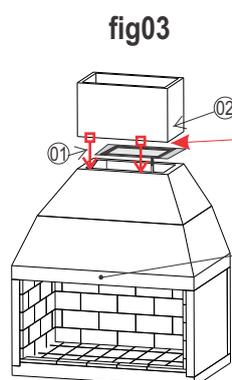

fig03
- 5 - Prenda a haste metálica com o parafuso na parte superior do Dumper que vai até a saída da coifa, em seguida instalar o grampo de fixação prendendo-o na coifa conforme fig 03 e 04. Passe a haste metálica pelo interior do grampo após fixado. (fig05)